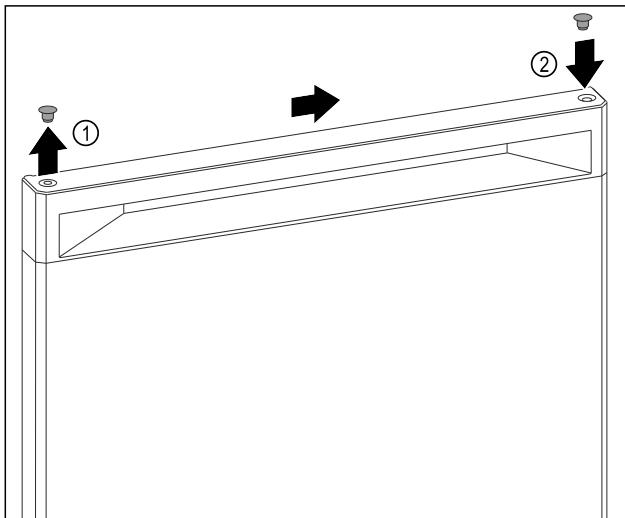

Fig. 9
- ▶ Levantar con cuidado el tapón de la tapa del lado superior de la puerta Fig. 9 (1) con el destornillador plano.
- ▶ Insertar el tapón de la tapa en el lado opuesto. Fig. 9 (2)